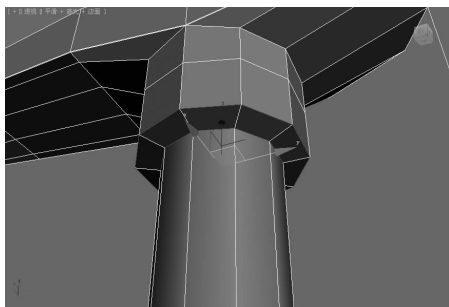
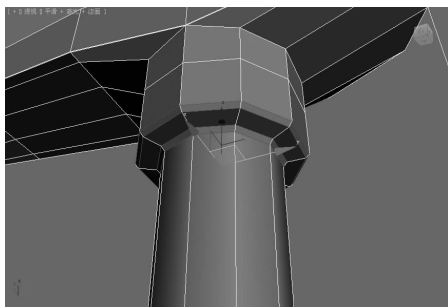

图 5-115 选中按压器下面的边 ▲
图 5-116 添加切角效果 ▲
(10)选中如图 5-115 所示的边,添加切角效果,效果如图 5-116 所示。